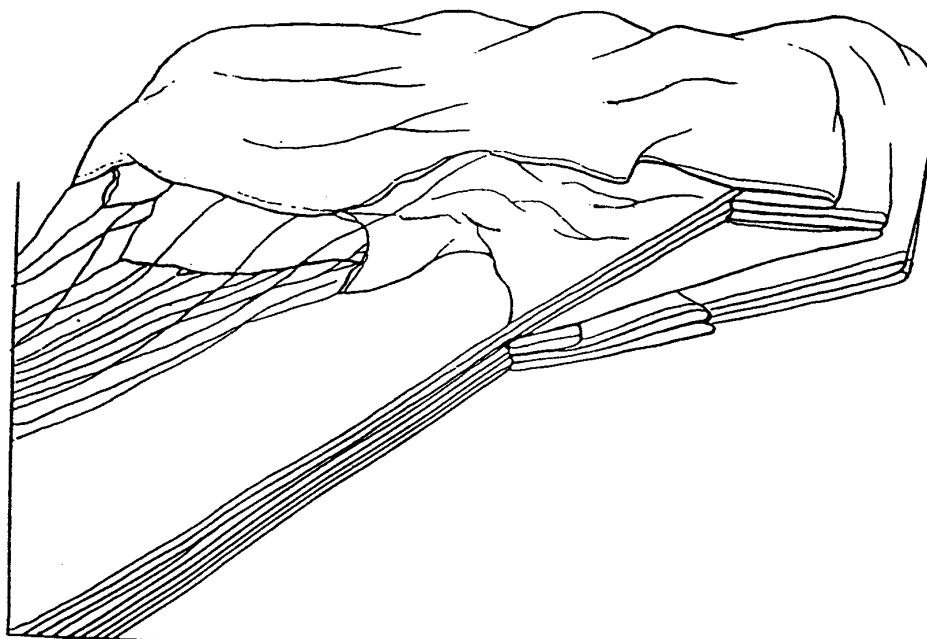

Рис. 8
- 5) уложить задние полотнища, как показано на рис. 8;